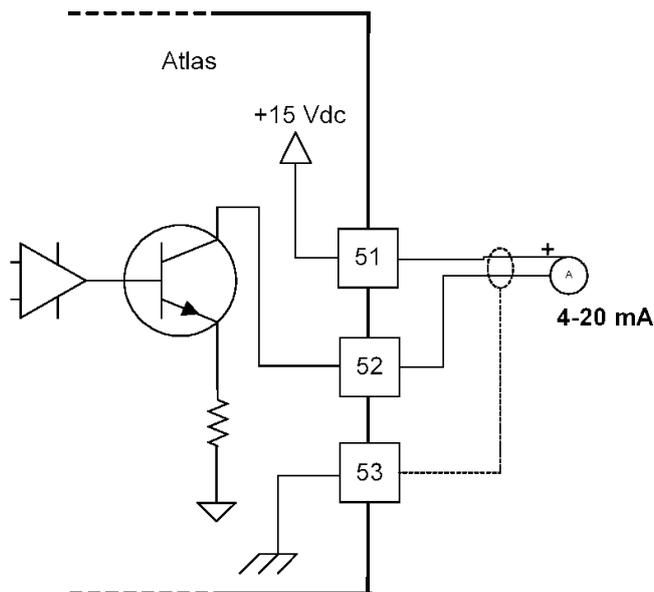

図 5-7. アナログ・コンボ・ボードのアナログ出力(配線方法の例)
- アナログ出力配線に関しては、図 5-7 を参照してください。